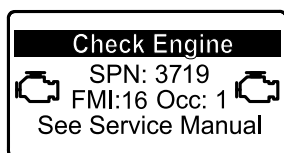

Рисунок 43
- Если требуется регенерация с парковкой, инфо-центр отображает предупреждение по двигателю SPN 3719, FMI 16 (Рисунок 43) и компьютер двигателя снижает его мощность до 85%.